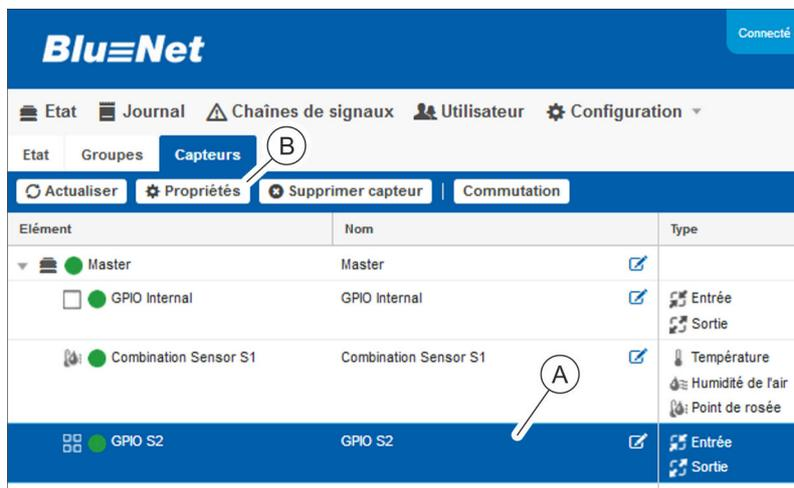

Fig. 130 : Menu « État » – Onglet « Capteurs »
4. ➤ Sélectionner le module GPIO souhaité dans l'onglet « Capteurs » (Fig. 130 /A).
5. ➤ Appuyer sur le bouton « Propriétés » pour ouvrir l'affichage détaillé (Fig. 130 /B).